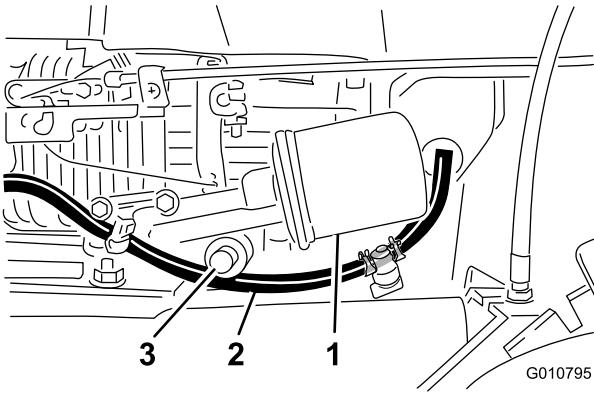

Bild 22
5. Schieben Sie den Ablassschlauch auf das Ölabblassventil (Bild 22).
Tauschen Sie den Ölfilter (Bild 22) alle 100 Betriebsstunden oder mindestens einmal pro Jahr aus.